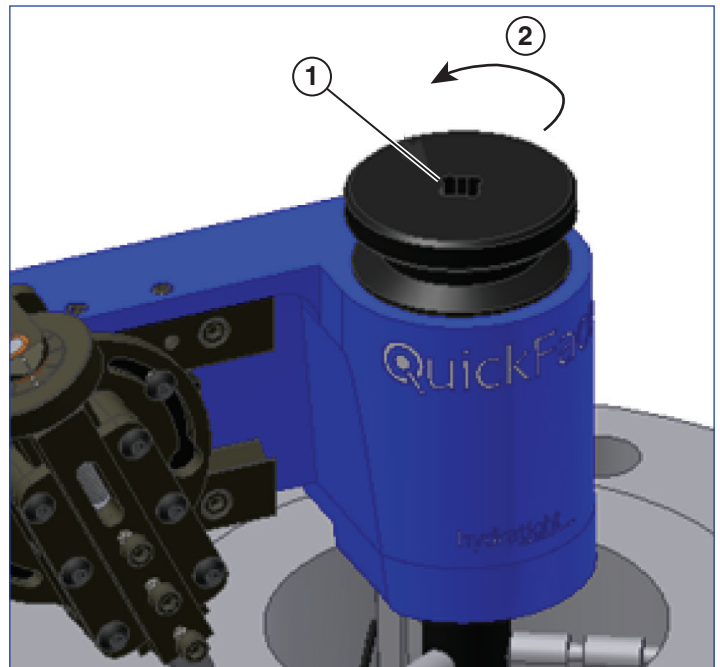

Рисунок 15
11. Если обработанная поверхность удовлетворяет предъявляемым к ней требованиям, демонтируйте устройство, вращая для этого зажимную рукоятку сердечника против часовой стрелки (см. рисунок 15). Если поверхность требует дальнейшей обработки, повторите операции 4 - 11.